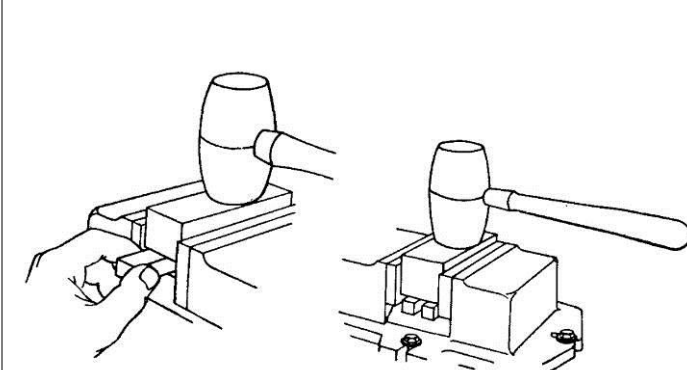

Рис. 35
- При неплотном прилегании заготовки её следует еще осадить ударами молотка и дополнительно закрепить. На Рис. 35 показана заготовка, установленная на одной и на двух параллельных подкладках.